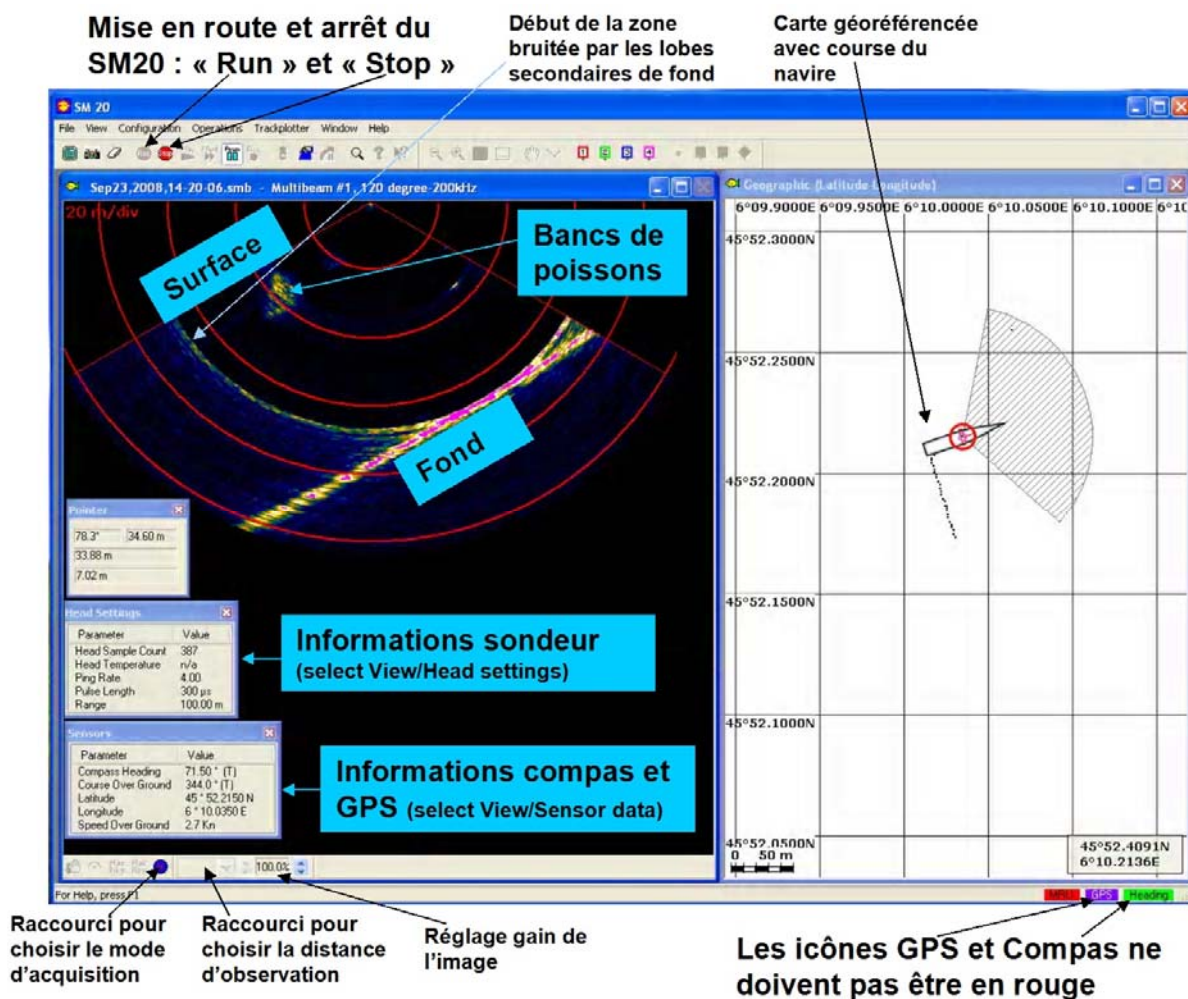

Figure 2-2
- La figure 2-2 donne un aperçu de l'IHM générale du SM20. Afin de mettre en route le sonar, cliquer sur l'icône « RUN » et sur « STOP » pour l'arrêter (à droite de « RUN »).
NB : Il est important de vérifier tout de suite que, tout en bas à droite de l'IHM du logiciel, les indications GPS et HEADING (Figure 2-2) soient tous deux surlignées autrement qu'en rouge (sinon les fonctions GPS et Heading sont indisponibles à cause d'un problème de branchement ou de configuration logicielle du GPS : voir ci-dessous la section 2.1.1). **Notons que pour l'exploitation 3D des bancs SM20, il est indispensable d'enregistrer la trame RMC du GPS.**
En bas à gauche de l'IHM générale (Figure 2-2), il existe aussi des raccourcis permettant de changer directement la distance d'observation et le mode d'acquisition.